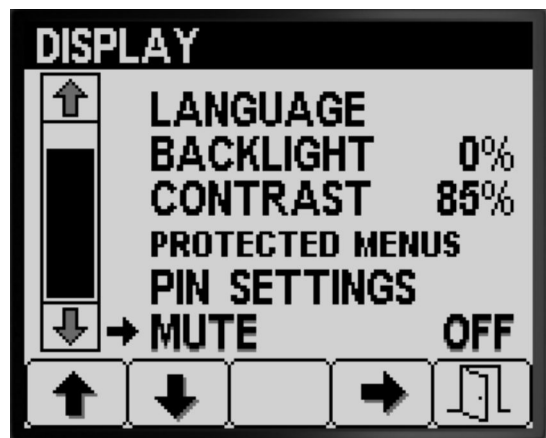

Figura 31
2. Pulse el botón 4 para ACTIVAR o DESACTIVAR el indicador de audio (Figura 31).
3. Pulse el botón 5 para guardar el ajuste, salir de la pantalla SILENCIAR y volver a la pantalla AJUSTES (Figura 31).